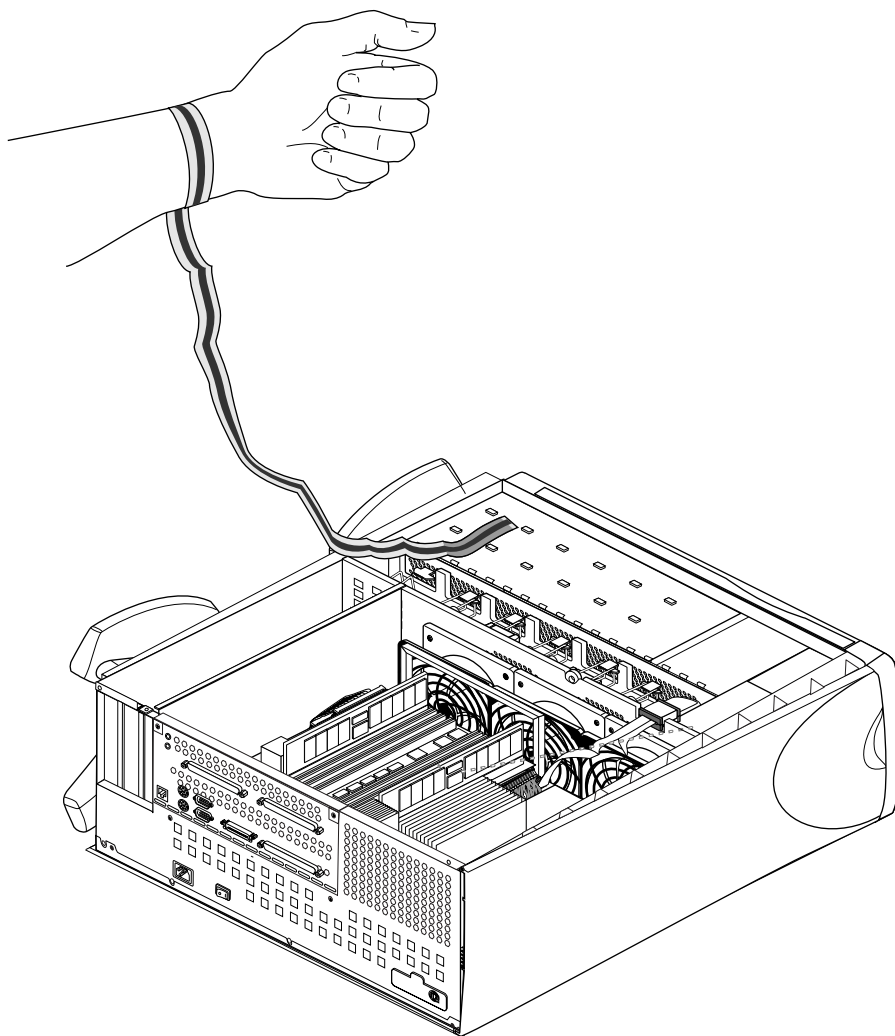

Figure 5-1 Port d'un bracelet antistatique
- Mettez le bracelet à votre poignet comme indiqué sur l'emballage et illustré à la Figure 5-1.